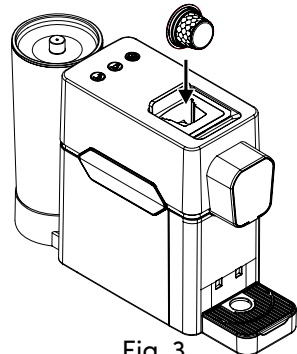

Fig. 3
- Inserire la capsula nel vano con lo stesso orientamento della sagoma (Fig.3).